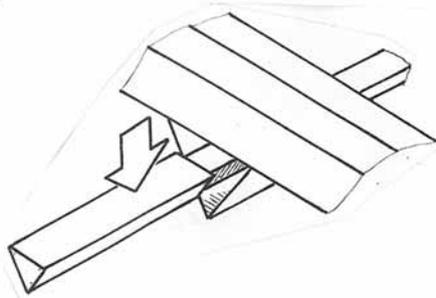

Рис. 7
6. «Одеть» стойку с крылом на переднюю часть фюзеляжа (рис. 7) и наклеить стойку на заштрихованные участки фюзеляжа позади груза. Конечно, направления всех стрелок должны совпадать